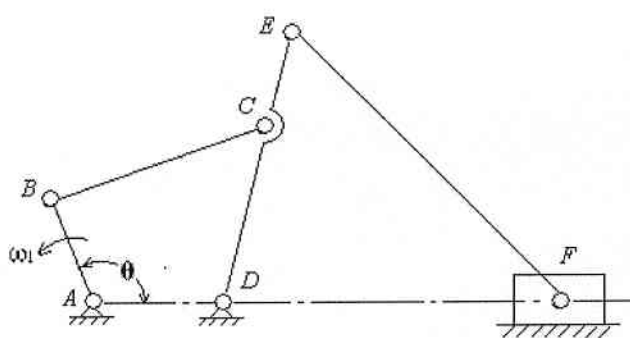

图 6 (题四、3 图)
3. (12 分) 在图 6 所示机构的运动简图中, 已知各构件的长度为 $l_{AB}=40\text{ mm}$, $l_{BC}=80\text{ mm}$, $l_{CD}=72\text{ mm}$, $l_{AD}=60\text{ mm}$, $l_{CE}=36\text{ mm}$, $l_{EF}=160\text{ mm}$, 原动件 1 以等角速度 $\omega_1=10\text{ rad/s}$ 转动, 试用矢量方程图解法, 求当 $\theta=120^\circ$ 时滑块的速度 v_F 。